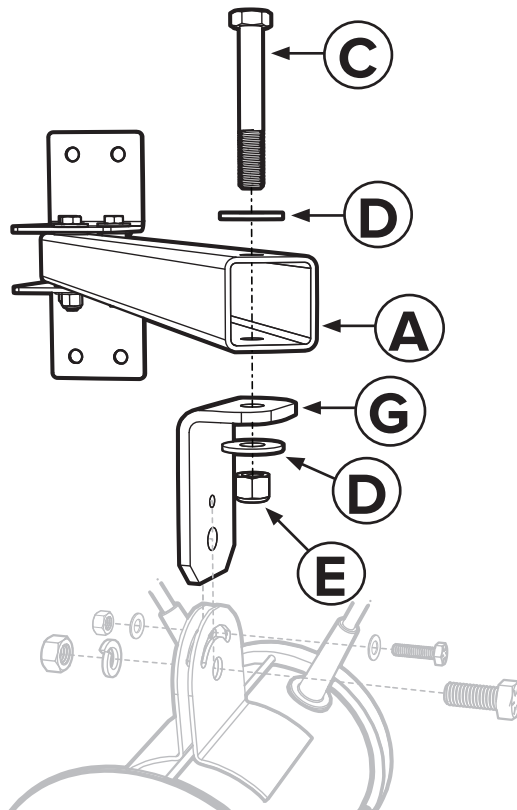

Fig. 3
Fixez l'adaptateur pour moteur (G) au bras mobile de fixation (A) à l'aide de la vis (C), des rondelles (D) et de l'écrou (E). Fixez le ventilateur à l'adaptateur pour moteur conformément à l'étape *Mise en place du moteur* dans le manuel d'installation. Voir fig. 3.